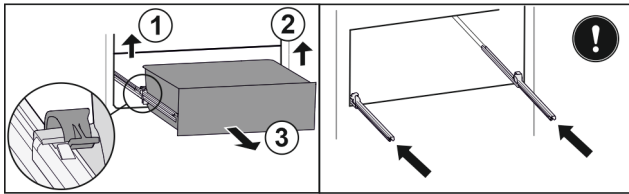

Fig. 174
- ▶ Sollevare il morsetto sinistro e allo stesso tempo tirare in avanti il cassetto sinistro. Fig. 174 (1)
- ▶ Sollevare il morsetto destro e allo stesso tempo tirare in avanti il cassetto destro. Fig. 174 (2)
- ▶ Rimuovere il cassetto tirandolo in avanti. Fig. 174 (3)